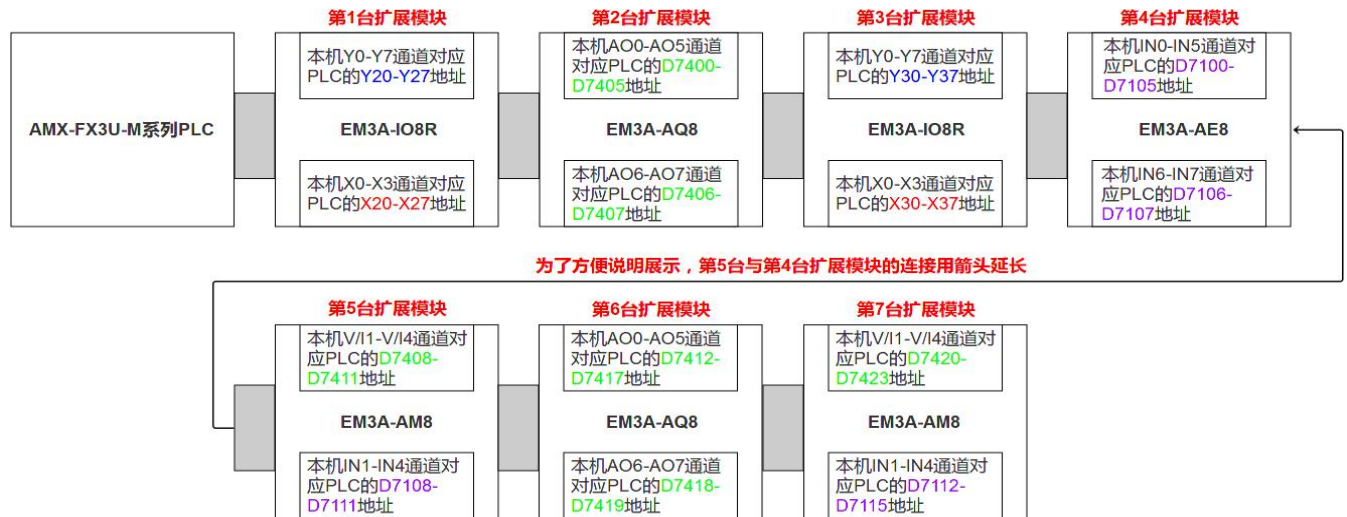

Figura 8.3.1 Ejemplo de mapeo de direcciones del módulo de extensión EM3A
En la Figura 8.3.1 se muestra un ejemplo de mapeo de direcciones:
Nota: Para las salidas analógicas del módulo EM3A-AM8, las señales de voltaje/corriente con el mismo número de canal utilizan la misma dirección PLC, como se muestra en la Figura 8.3.1, el valor de la dirección D7408 (el quinto módulo de expansión) determina la magnitud de las salidas analógicas V1 e I1.
* 1. La unidad conectada directamente al puerto de expansión del PLC es la primera unidad; consulte la Figura 8.3.1 como referencia.